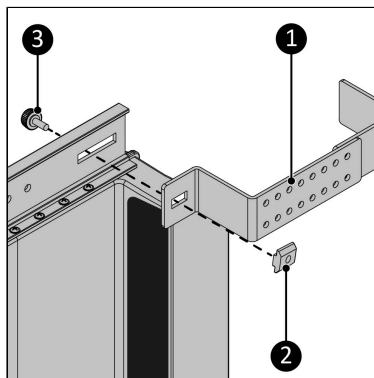

Figura 97.
6. Înșurubați suportul (Figura 97, nt. 1) la șina principală în poziția frontală folosind șurubul cu buton (Figura 97, nt. 3). Asigurați-vă că ați conectat șurubul butonului la piulița glisantă (Figura 97, nt. 2).